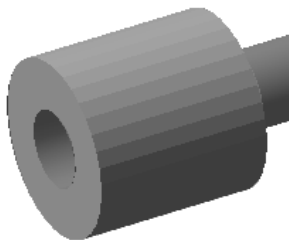

图 6-107 实体切削仿真（6）
- 单击对话框中的 View from last result 按钮，然后单击 Forward replay 按钮，显示实体切削仿真（6）如图 6-107 所示。